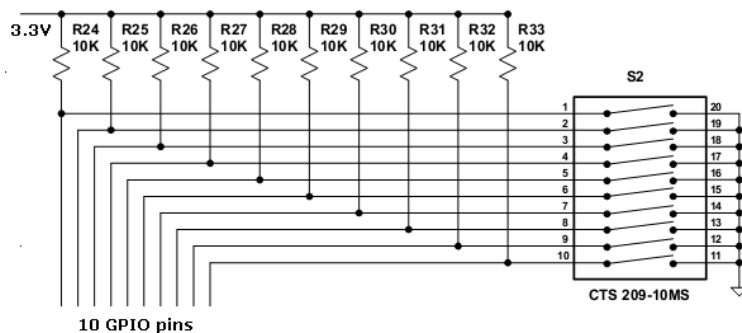
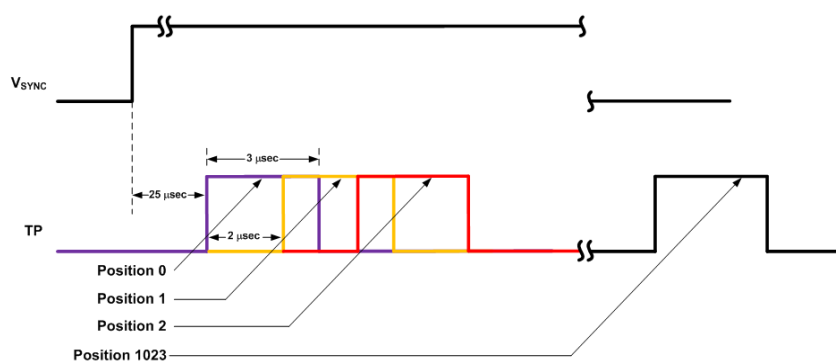

图 4. 设置 TP 脉冲的位置
图 5. TP 脉冲与 Vsync 的相位关系
- c) 如图 4 所示, 拨码开关 S2 用于调整 TP 脉冲与 Vsync 的相位关系, 一共可设置 1024 个位置, 间隔步长为 2us, 如图 5 所示。